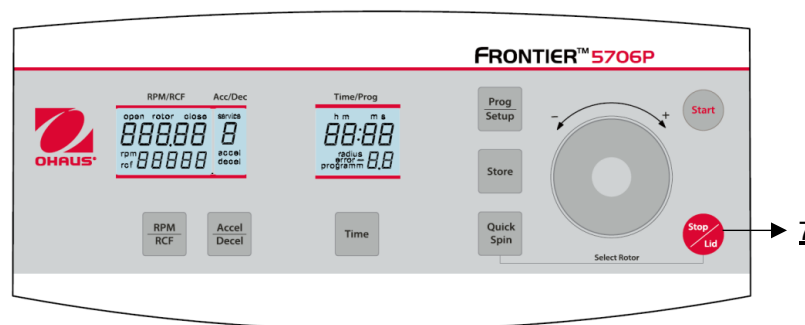

Figure 26
La touche "**Stop/Lid**" (7) (voir figure 26) permet d'interrompre le fonctionnement à tout moment. Après avoir appuyé sur la touche, la centrifugeuse décélère avec l'intensité présélectionnée jusqu'à l'arrêt.